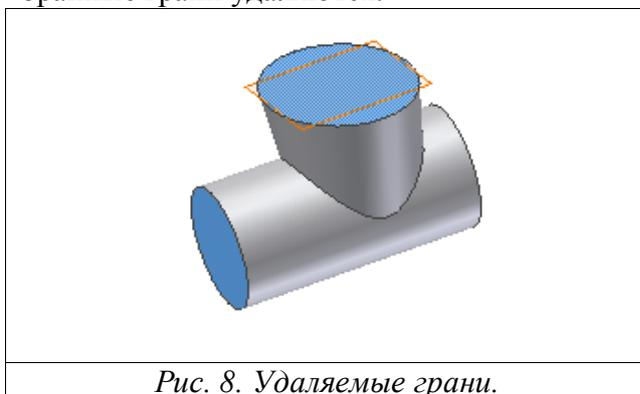

Рис. 8. Удаляемые грани.
1. Нажмите на кнопку **Shell** на панели инструментов, а затем укажите на две поверхности (рис. 8). *Внимание: вторая (боковая) поверхность находится на более удаленном расстоянии от центра пересечения двух объектов, деталь необходимо повернуть при помощи команды **Rotate**, находящейся на главной панели.*